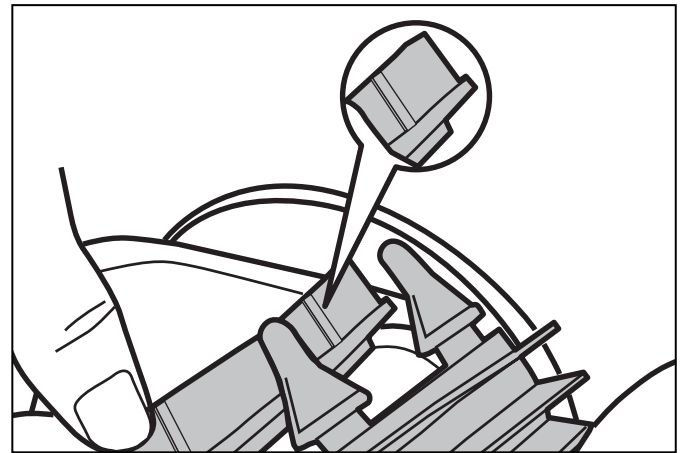

Figura 24. Indicadores de desgaste
El limpiador está equipado con cepillos de PVC en la parte delantera y trasera. Hay ranuras elevadas que son indicadores de “desgaste” en los cepillos ubicados enseguida de los conectores de pestaña (vea la figura 24). A medida que se desgasten los cepillos, la ranura elevada se aplanará y quedará al ras en la pista. Para mantener un óptimo rendimiento del limpiador, debe reemplazar los cepillos tan pronto como uno de los indicadores de desgaste esté liso o desgastado (incluso si el desgaste no es parejo). Recomendamos que cambie los cepillos cada dos (2) años.